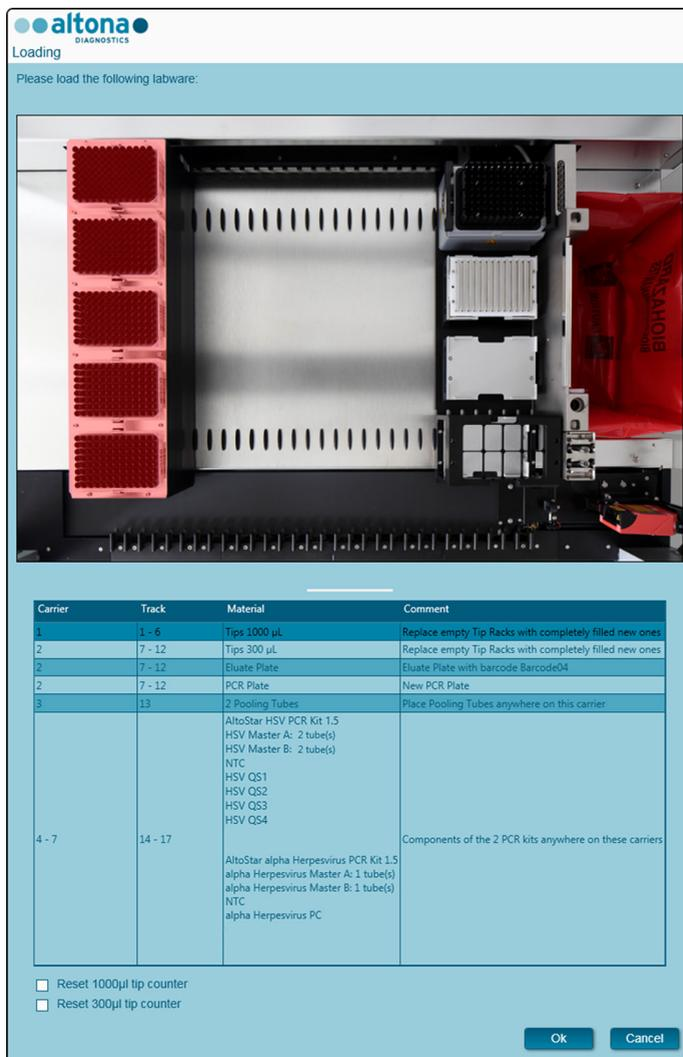

Figura 19: Cuadro de diálogo Loading (carga)
- Haga clic en el botón **Start Run** (iniciar serie) en la barra de herramientas de la pantalla **Start PCR Setup Run** (iniciar serie de configuración de PCR) para mostrar el cuadro de diálogo **Loading** (carga) (consulte la Figura 19).